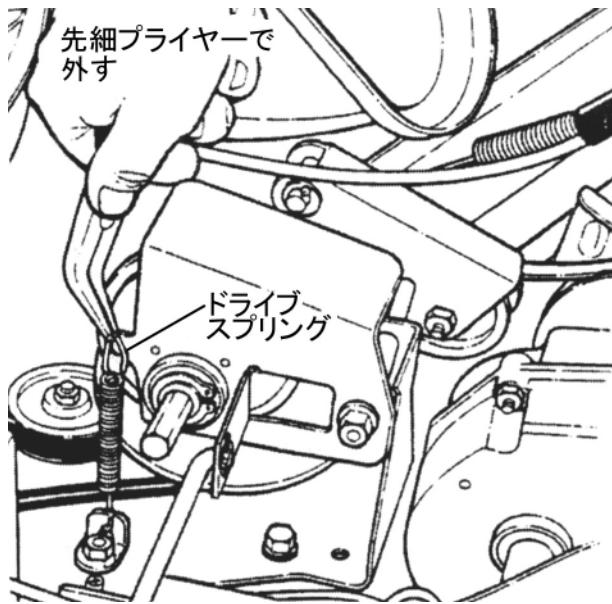

図 6-6
① 駆動ディスクと従動ディスクの清掃
② ドライブスプリングの修理と交換
- ドライブスプリングは従動ディスクを駆動ディスクに押し付けています。ドライブスプリングが伸びてゆるんだり、破損したときは交換してください。（次ページ図 6-6）